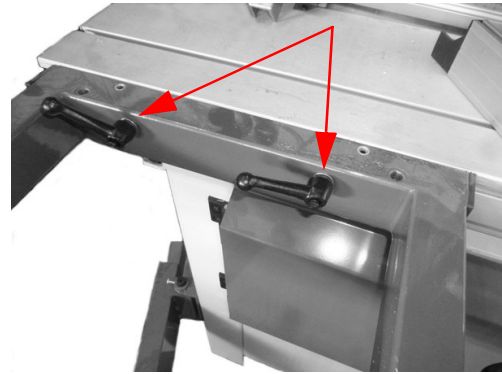

Abb. 12: Tischausleger montieren
Schritt 4: Zur Überprüfung der Ebenheit und Winkligkeit können Sie eine Wasserwaage auf den Maschinenarbeitstisch und den Tischausleger legen. Bei Bedarf justieren Sie mit Hilfe der Muttern an der Verbindungsstange etwas nach. Hierzu müssen die Klemmhebelschrauben am Tischausleger (Abb. 12) nochmals leicht gelöst werden.
1800 U/min, 3000 U/min, 6000 U/min, 9000 U/min. Die entsprechenden Riemenpositionen sind in Abb. 12 dargestellt.